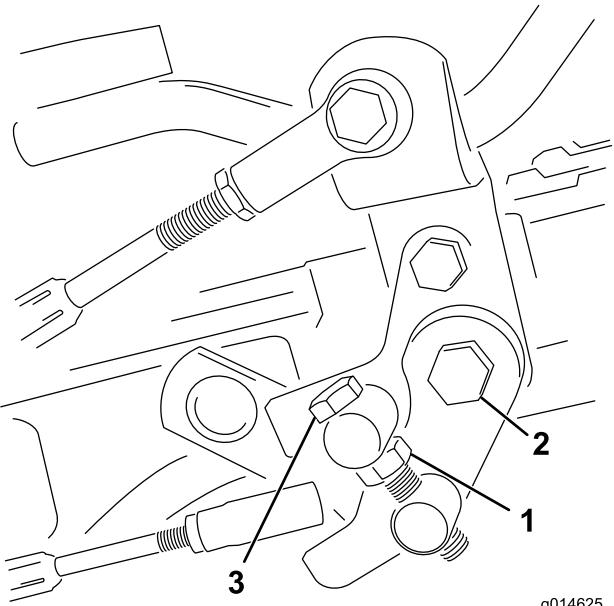

Bild 49
1. Lösen Sie die Klemmmutter an der Drehzapfenkopf- schraube (Bild 49).
4. Ziehen Sie die Sicherungsmutter an der Drehzapfenkopfschraube und die Mutter am Pedalgelenk fest, um die Einstellung zu arretieren (Bild 49). Prüfen Sie die Einstellung und nehmen Sie ggf. eine weitere Einstellung vor.